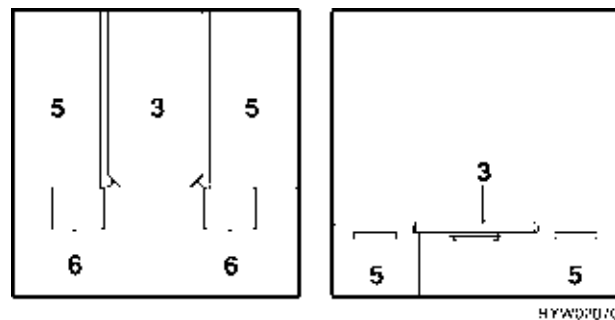

Bild 79 Während des Umbaus
- Bettkasten-Verlängerung (Bild 79,6) herausziehen.
- Tischplatte (Bild 79,3) zwischen die beiden Bettkästen (Bild 79,5) einlegen.